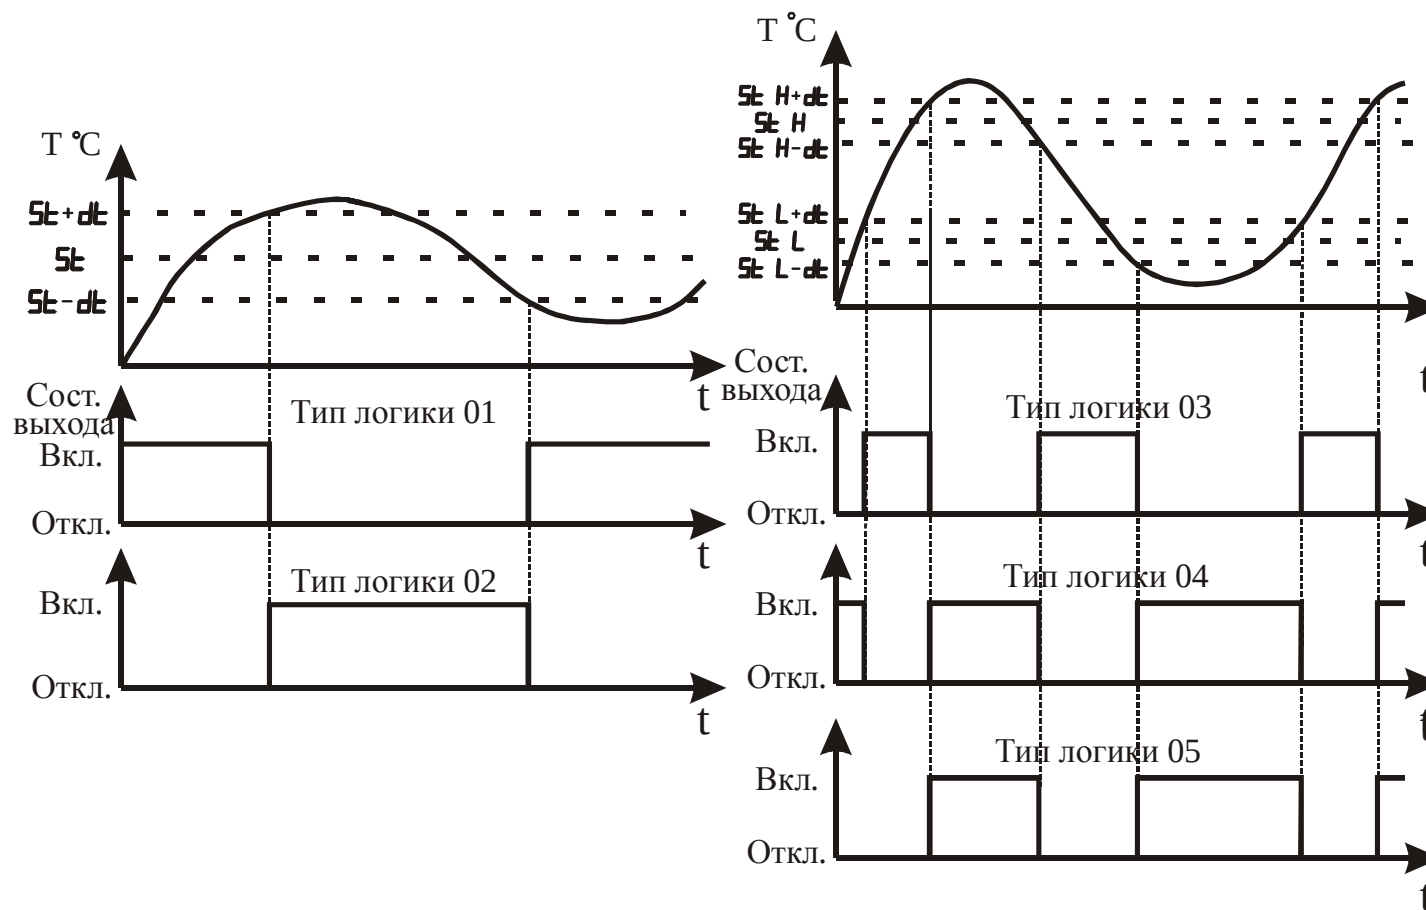

Рисунок 3.17 – Графическое представление типов логики работы выхода
3.3.3.9 Параметр “Тип логики работы прибора” определяет алгоритм управления исполнительным устройством (см. рисунок 3.17).
Тип логики “05” (модернизированная “U”-образная), в основном, аналогичен типу логики 04. Отличие состоит в том, что работа выходного устройства разрешается только после первого превышения регулируемой температурой значения $S_t H + \Delta t$ (см. рисунок 3.17).